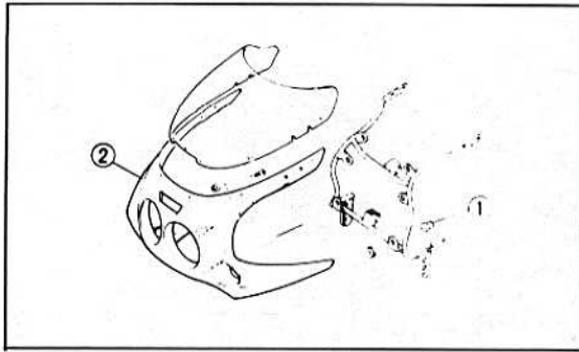

Bild 370
- Die Frontverschalung vom Hilfsrahmen abschrauben (Bild 370).